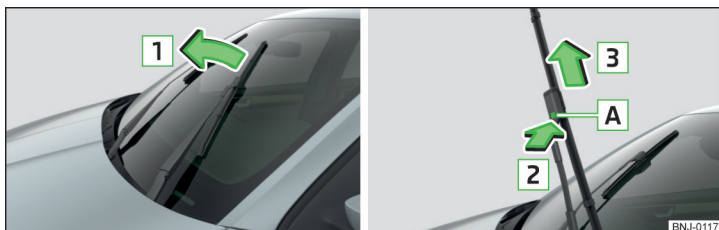

Fig. 176 Lamela ștergătorului de parbriz
- > Ridicați brațul de ștergător de parbriz de pe parbriz, în sensul săgeții » fig. 176.